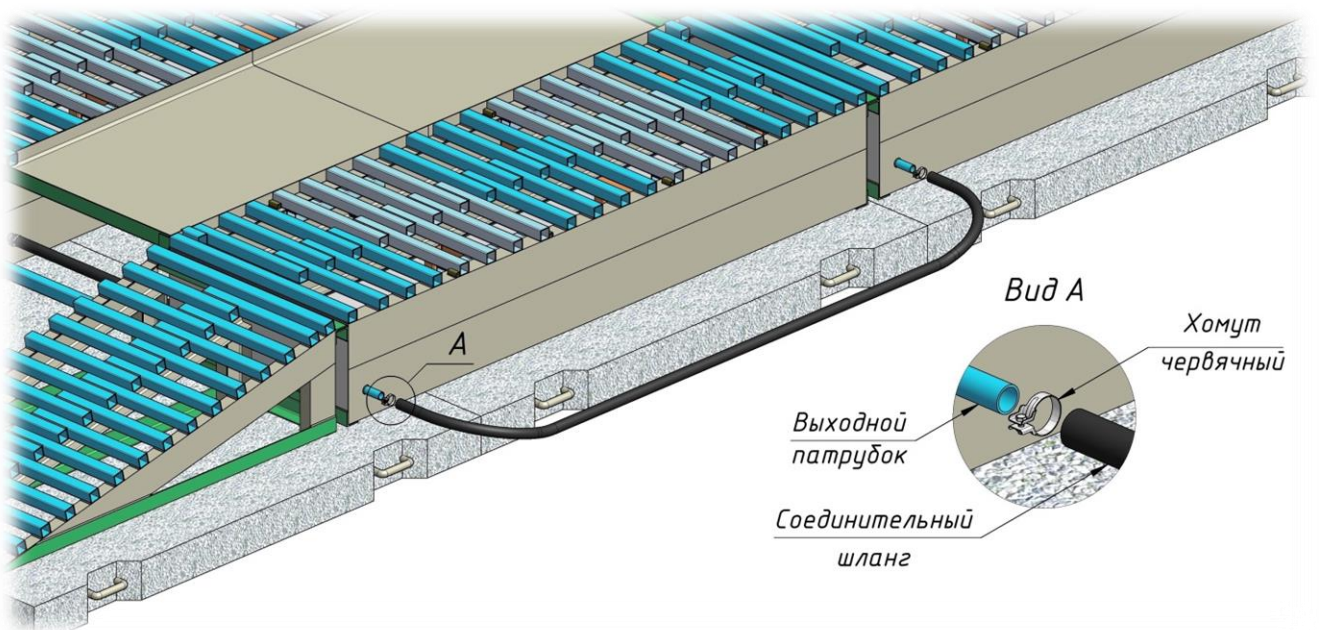

Рисунок 7
- с противоположенной стороны расположения корпуса мойки к выходным патрубкам трапов крепится соединительный шланг (длиной 3.5 м), который в свою очередь затягивается червячными хомутами (смотри рис. 7);